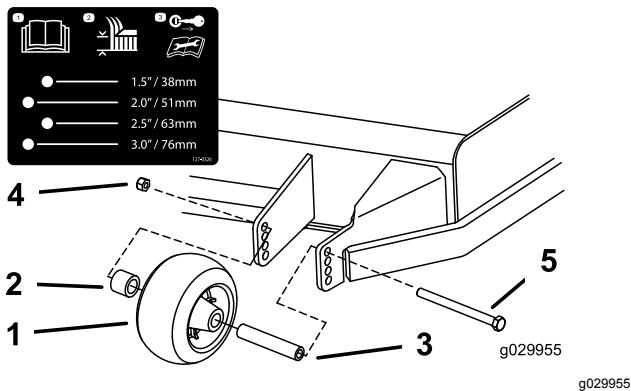
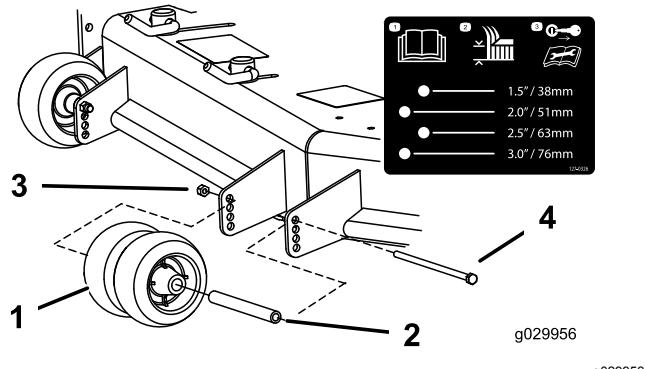
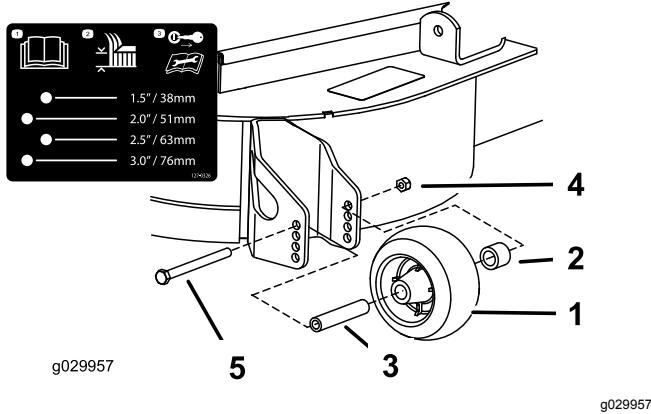

Figura 28
Figura 29
Figura 30
- Ajuste los rodillos protectores del césped según se muestra en Figura 28, Figura 29 y Figura 30.